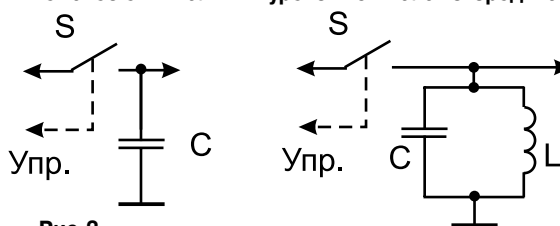

Рис.2
Запоминающими устройствами многократного действия являются устройства выборки-хранения мгновенного значения входного сигнала (рис.2).
В данном устройстве используется автодинный преобразователь на диоде Ганна 3А736Г. Чертеж модуля СВЧ преобразователя представлен на **рис.2**.
Фильтр изготовлен из латуни токарным способом и имеет гантелеобразную форму (**рис.2**, деталь 6, диаметры 3-1-3 мм). Условно можно полагать, что тонкая часть фильтра представляет собой на СВЧ индуктивность, а расширения - эквивалентны емкостям. Волновое сечение корпуса закрыто индуктивной диафрагмой из латуни (5) толщиной 0,1 мм. Окно диафрагмы имеет размер 7,5х3 мм. Винт настройки фиксируется контргайкой (4). После сборки корпуса его волноводный фланец шлифуется и полируется, аналогично должны обрабатываться поверхности диафрагмы и прилегающей к ней внутренней фланцевой части корпуса изделия (**рис.6**). Изолирующая втулка (7) СВЧ модуля (**рис.2**) изготовлена из фторопласта и имеет толщину стенки 0,3 мм. Пружина (9) выполнена из фтористой бронзы, крепление (10) контакта (8) - из текстолита. Положение диода в канале волновода примерно соответствует указанному на **рис.2**, однако точно установить рабочую частоту винтом настройки можно только имея СВЧ частотомер.